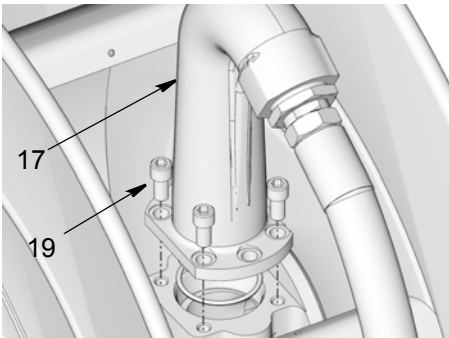

FIG. 34
2. Quite los pernos (19) y la salida (17) del carrete (FIG. 34).